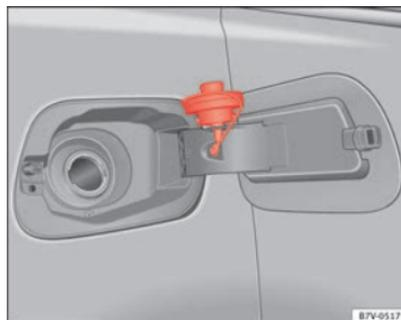

Abb. 166 Geöffnete Tankklappe mit eingehängtem Tankverschluss.
- Tankverschluss links herum herausdrehen und in die vorgesehene Öffnung am Scharnier der Tankklappe stecken ⇒ **Abb. 166**.